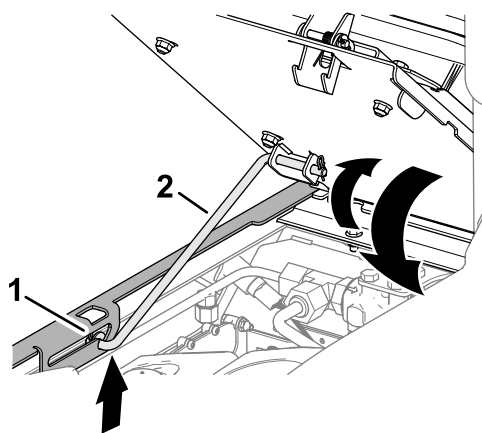

Figura 64
1. Gire el asiento un poco y levante la varilla de sujeción para retirarla de la ranura del soporte del asiento (Figura 64).